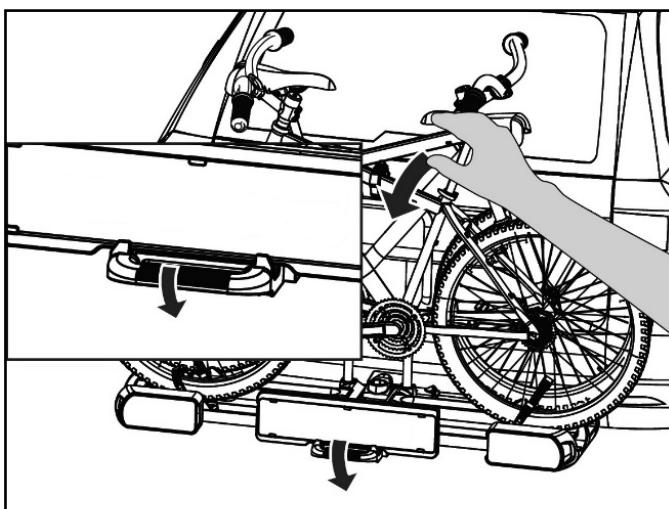

Bild 30: Abklappen des Fahrradträgers
- Halten Sie den Träger beim Herunterklappen am Fahrrad fest. Lösen Sie mit dem Fuß die Verriegelung und kippen Sie dann den Träger, mit der Hand geführt, nach unten (Bild 30).